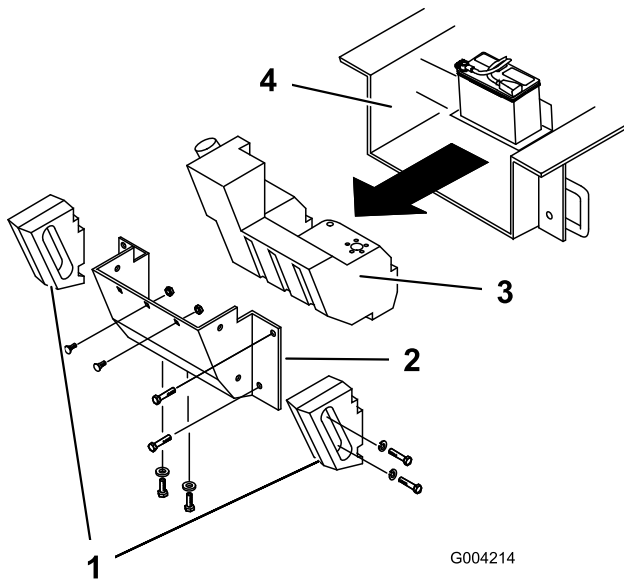

Figura 55
Con el tiempo, el chasis debajo del motor acumula suciedad y residuos que deben ser eliminados. Abra el capó e inspeccione frecuentemente la zona debajo del motor con una linterna. Cuando la acumulación de residuos llegue a 2,5–5 cm (1 - 2 pulg.) de grosor, complete el procedimiento siguiente (consulte Figura 55 para todo este procedimiento):
4. Retire los pernos, las arandelas y las arandelas de freno que fijan los dos contrapesos laterales, y retire los contrapesos (Figura 55).
7. Retire las seis tuercas y los pernos que fijan el panel trasero, y retire el panel (Figura 55).
10. Deslice el depósito de combustible hacia atrás (Figura 55).
16. Introduzca el depósito de combustible parcialmente en el chasis (Figura 55).
21. Vuelva a colocar el panel trasero y fíjelo con los seis pernos y las tuercas que retiró anteriormente (Figura 55).
23. Instale los contrapesos laterales con los pernos, las arandelas y las arandelas de freno que retiró anteriormente (Figura 55).